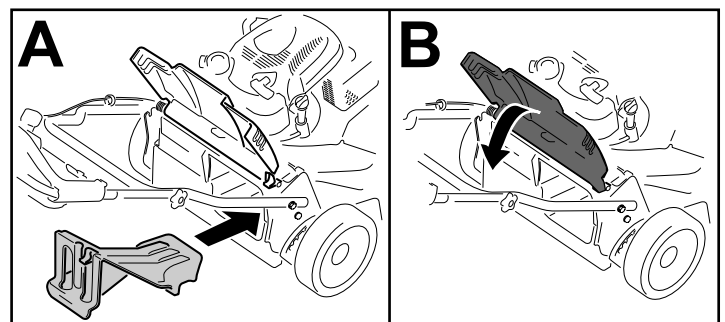

Figura 23
- Se o tampão de descarga traseira não estiver instalado, agarre-o pela pega, elevando a porta traseira e insira-o na calha de descarga traseira até que encaixe no sítio; consulte Figura 23.
Importante: Certifique-se de que o bujão de descarga traseira está no lugar antes de reciclar as aparas de relva (Figura 23).